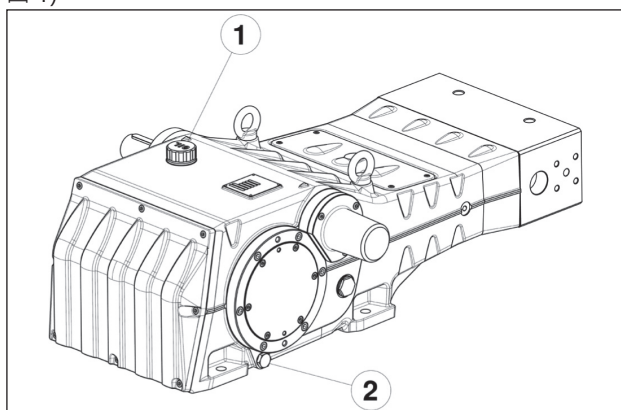

图 1
排油时必须拆除注油塞(①，图 1)，接着拆除排油塞(②，图 1)。